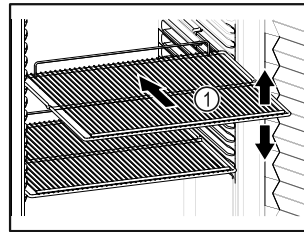

Fig. 62 Приблизне відображення
- Якщо решітки для зберігання Fig. 62 (1) знімні, відрегулювати по висоті.